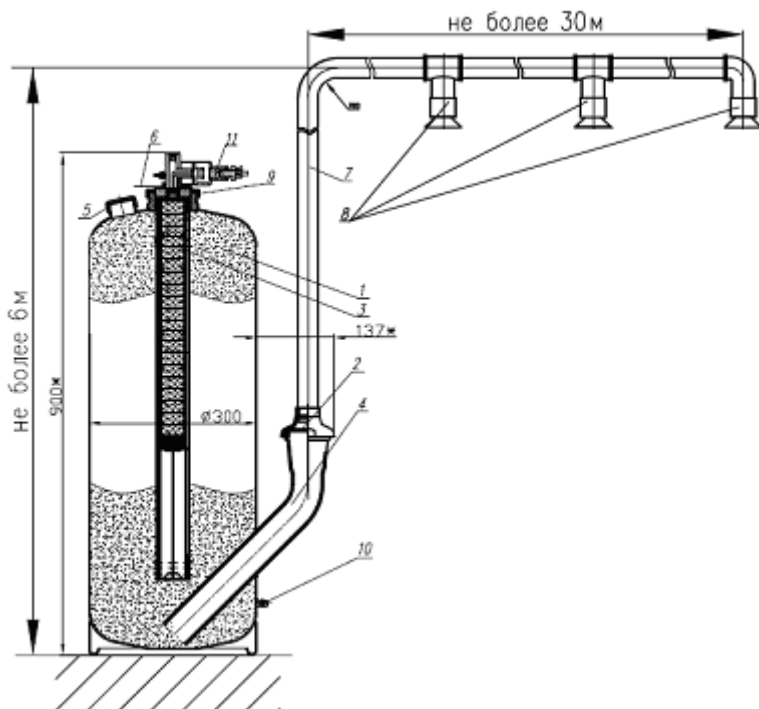

Рис. 1 Схема модуля порошкового пожаротушения “Буран 50КД-В”
3.1. В комплект поставки модуля (рис. 1) входят:
4.1. Модуль (рис. 1) представляет собой герметичную конструкцию, состоящую из стального сварного корпуса 1, заполненного огнетушащим порошком, газогенератора 3, установленного внутри корпуса 1 и вваренной в корпус 1 направляющей горловины 4, которая перекрывается мембранным узлом 2. Выходное отверстие мембранного узла 2 имеет внутреннюю резьбу G 1" (в транспортном положении мембранный узел закрыт заглушкой из пластмассы) для присоединения трубопровода подачи огнетушащего порошка 7. Для засыпки порошка в корпус 1 служит засыпочная горловина 5 с
8.6. Заземлить корпус модуля МПП при помощи узла заземления 10 (рис.1).